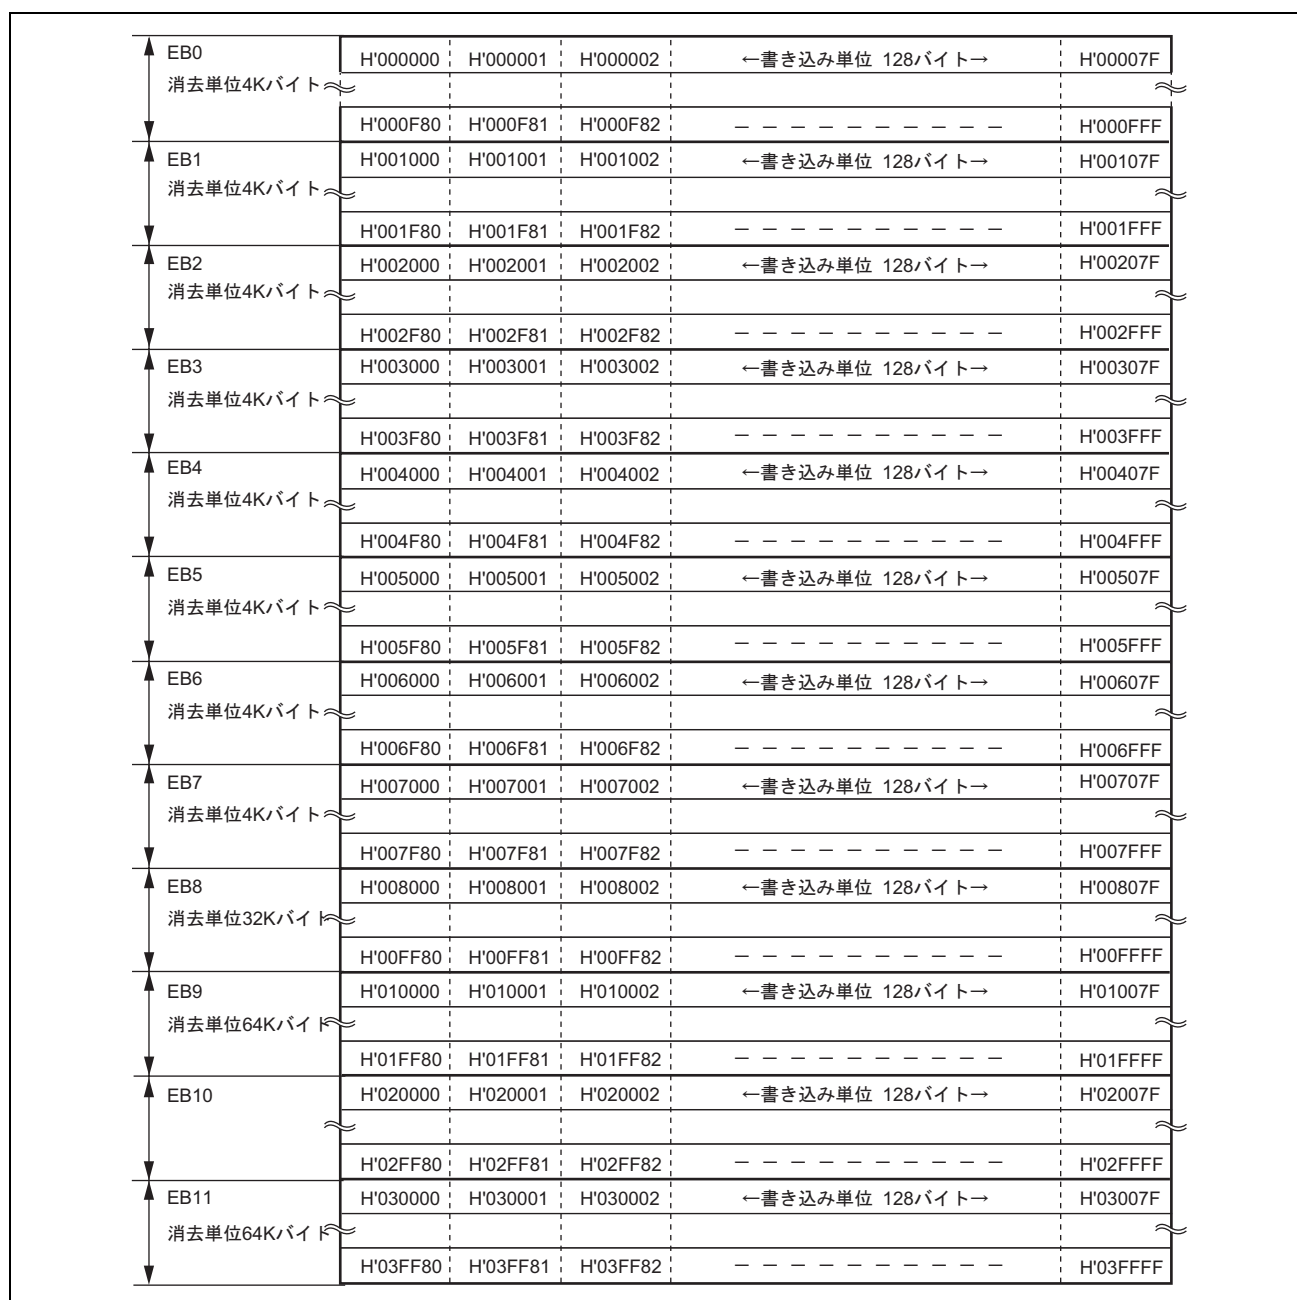

図 22.4 (1) H8SX/1631 のユーザマットのブロック構成
図 22.4 (1) に 256K バイトのユーザマットのブロック構成を示します。太線枠は消去ブロックを表します。細罫線は書き込みの単位を表し、枠内の数値はアドレスを示します。ユーザマットは、64K バイト（3 ブロック）、32K バイト（1 ブロック）、4K バイト（8 ブロック）に分割されていて、消去はこのブロック単位で行います。書き込みは下位アドレスが H'00 または H'80 で始まる 128 バイト単位で行います。4K バイト分割の 8 ブロックが RAM エミュレーション可能な領域です。